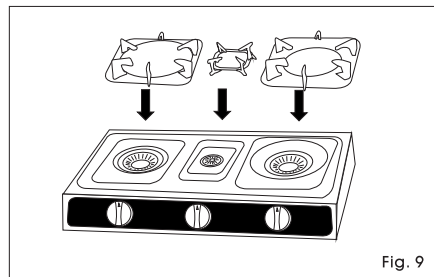

Fig. 9
• Lors du déballage, rassurez-vous que toutes les parts sont disponibles. Montez les parts de la façon indiquée dans cette instruction (fig. 9).